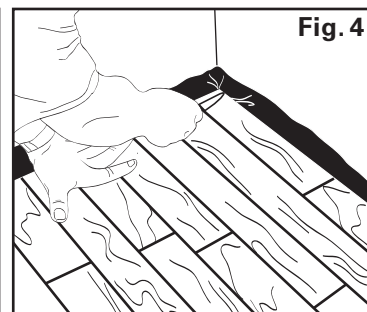

Fig. 4
4. After the flooring is completely installed, trim the excess film back to the height of the finished floor. Do this prior to installing base boards or molding. (see Fig. 4)
4. Después de haber instalado el piso completamente, corte el exceso de lámina hasta quedar a ras con la altura del piso ya acabado. Realice esto antes de comenzar a instalar los zócalos o las molduras de base (ver la fig. 4).